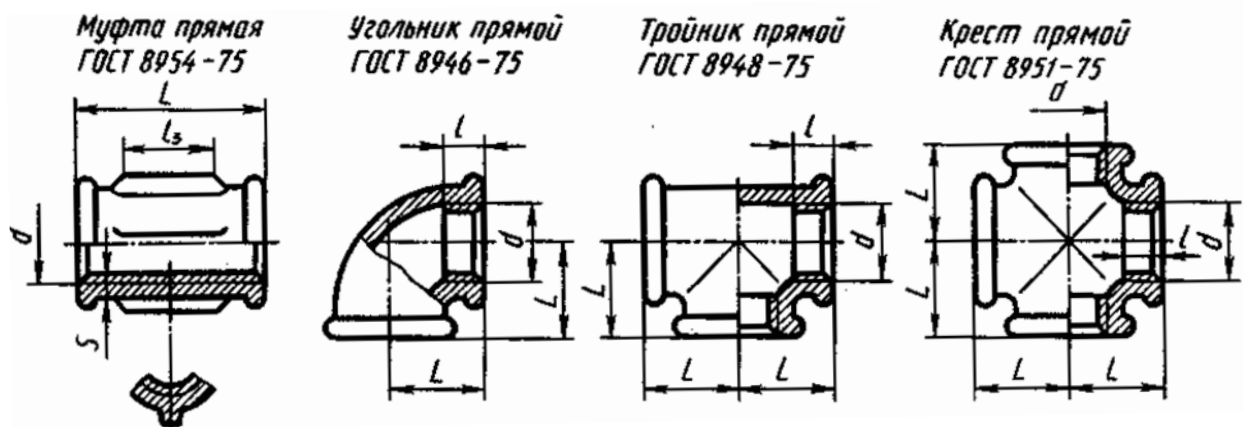

Рисунок 23 - Соединительные детали трубопроводов
**Методические указания.** Трубные соединения применяются в различных системах трубопроводов и осуществляются с помощью стандартных соединительных резьбовых деталей, которые называются фитинги (муфты, угольники, тройники, кресты). В зависимости от различия в диаметрах соединяемых труб, вида соединений (прямое или угловое), а также количества соединяемых труб (две, три или четыре) применяют фитинги различных размеров и формы (рис. 23).